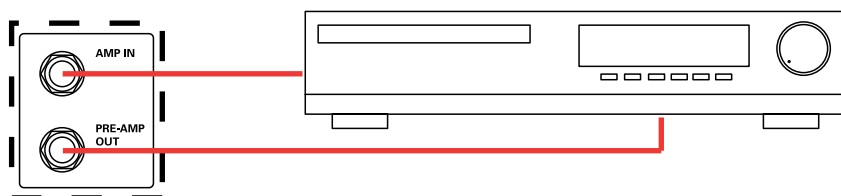

Fig.3
Attraverso la presa jack 6,3 mm AMP IN e AMP OUT (13) si rende possibile l'inserimento di un dispositivo audio con possibilità di registrazione (fig.3).
It's possible to connect other audio equipment with possibility of recording through 6,3 mm Jack plug (13) AMP IN and AMP OUT (fig.3).